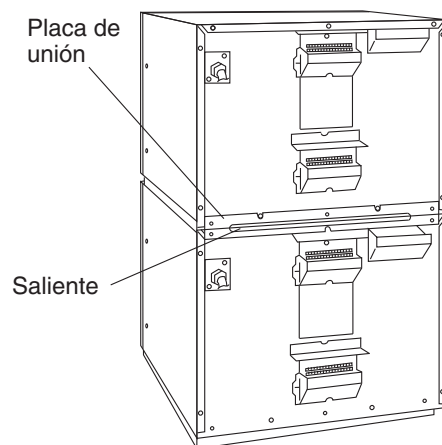

Fig. 2
4. Coloque y atornille los cinco tornillos (a) y el tornillo (b). Consulte la Fig. 2.